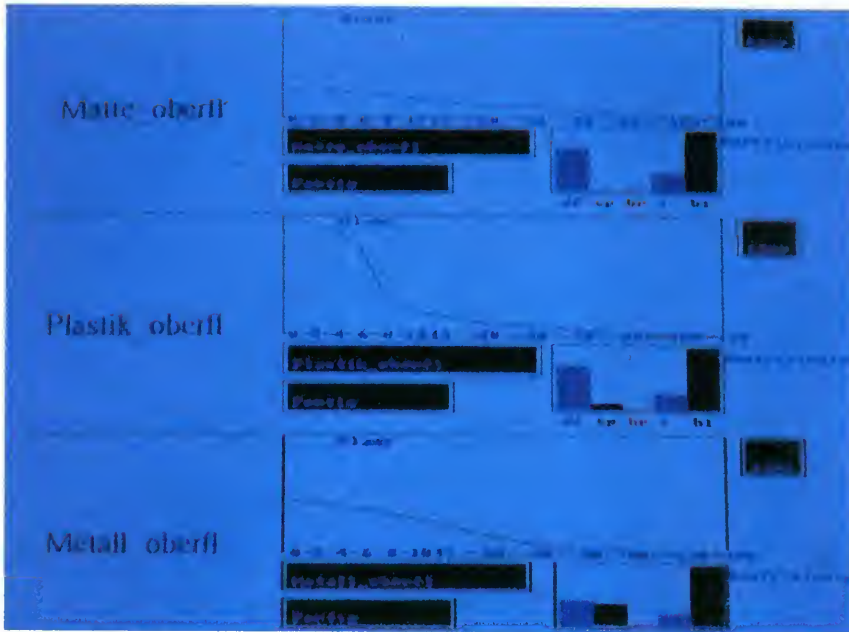

Bild 9. Die drei verschiedenen Oberflächen, die den einzelnen Körpern zugewiesen werden
2. Stellen Sie im Oberflächeneditor mit Hilfe der linken Maustaste die Werte ein, wie sie in Bild 9 bei »Matte__oberfl« zu sehen sind. Die
3. Wenn Sie mit den Einstellungen der Oberfläche fertig sind, geben Sie der neuen Oberfläche den Namen »Matte__oberfl«. Nun soll die Oberfläche für das Gerüst und die Rakete entworfen werden. Sie soll einen größeren Glanzpunkt besitzen und etwas spiegeln. Um dies zu erreichen, wählen Sie wieder »Material/NeuOb« und geben die Werte und Kurve ein, wie sie in Bild 9 bei »Plastik__oberfl« zu sehen sind. Dieser Oberfläche geben Sie den Namen »Plastik__oberfl«. Jetzt entwerfen Sie noch eine metallische Oberfläche. In dieser Oberfläche soll sich die Rakete später etwas spiegeln. Wieder wählen Sie »Material/NeuOb« und geben die Werte und Kurve ein, wie sie bei »Metall__oberfl« zu sehen sind. Nachdem alle Oberflächen entworfen wurden, machen Sie sich daran, die Materialien zu erzeugen.